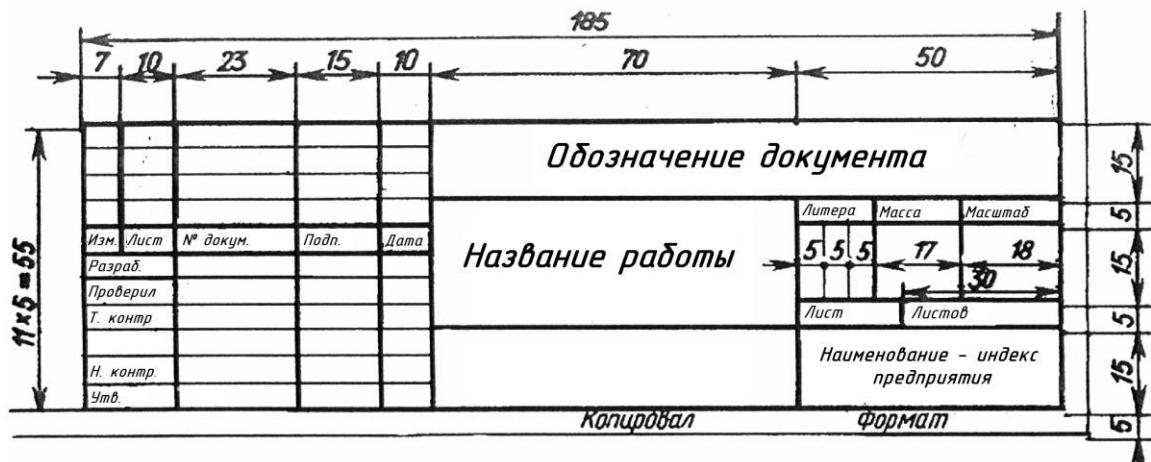

Рисунок 2 - Основная надпись
2. Соблюдая размеры основной надписи (рис.2) вычертите контуры сплошной тонкой линией;